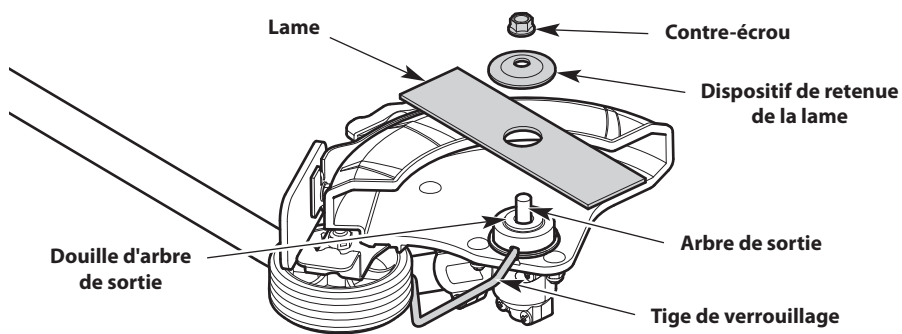

Fig. 10
4. Retirez la tige de verrouillage. Retirez le contre-écrou, le dispositif de retenue de la lame, ainsi que la lame (Fig. 10). Conservez le contre-écrou et le dispositif de retenue de la lame pour pouvoir installer la lame neuve.
1. Abaissez la lame neuve sur la douille d'arbre de sortie. (Fig. 10). Vérifiez que la lame est bien à plat sur la douille d'arbre de sortie.
2. Placez le dispositif de retenue de la lame sur l'arbre de sortie avec la surface plate reposant contre la lame (Fig. 10).
3. Vissez l'écrou sur l'arbre de sortie (Fig. 10).